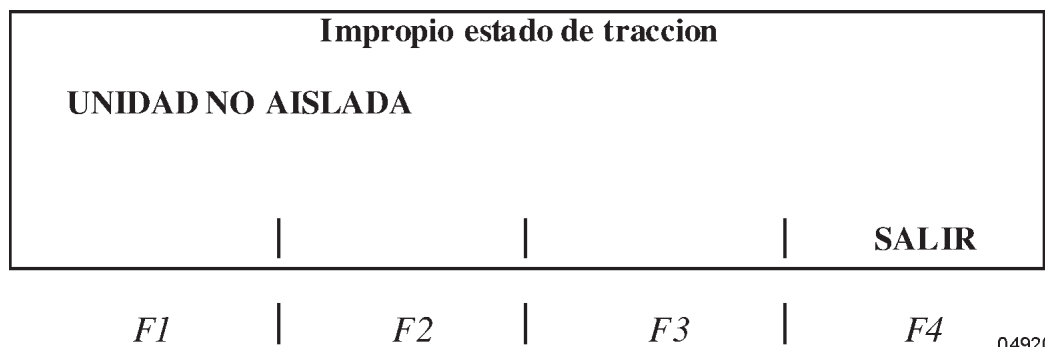

Figura 12-67. Fallo de condición de entrada en el corte de un motor de tracción
- Si la unidad está cargando cuando se pulsa la tecla de la función DESCONECTAR, entonces la pantalla de la figura 12-67 sera visualizada.